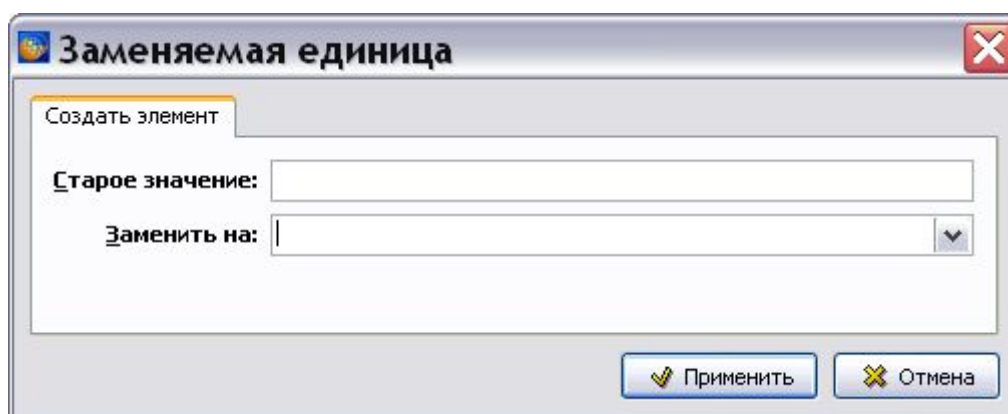

Рис. 2.125
- Нажатие на кнопки **Добавить**  и **Редактировать**  приводит к открытию окна **Заменяемая единица**, пустого в первом случае и заполненного параметрами выбранного элемента во втором (Рис. 2.125).